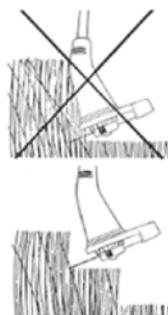

Fig. 10
2) Tagliare l'erba alta a strati, iniziando sempre dall'alto. Non tagliare erba umida o bagnata; non sovraccaricare l'apparecchio. (Fig. 10)